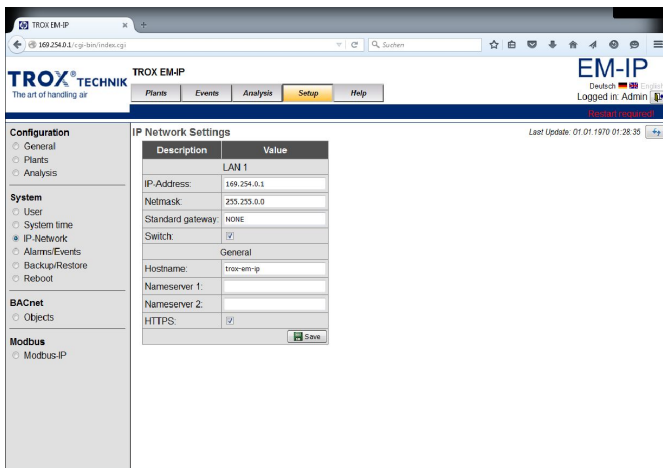

Fig. 31 : Paramètres IP du réseau
- ⇒ Les « paramètres du réseau IP » (Fig. 31) s'affichent.